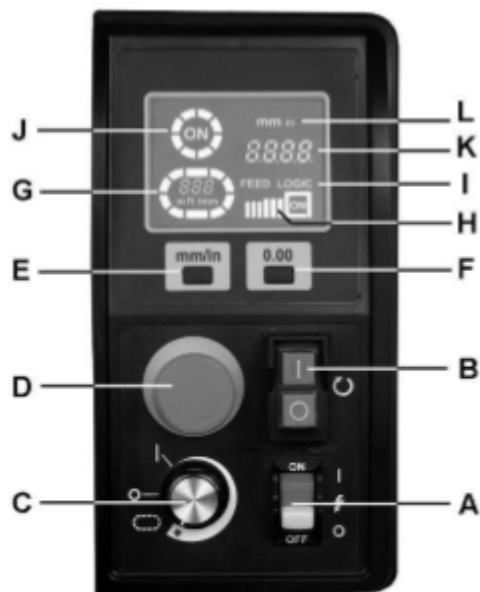

Рис. 16
На Рис. 16 приведена панель управления станка.
Чтобы запустить транспортер и увеличить скорость его движения поворачивайте регулятор (C, Рис. 16) по часовой стрелке - *Круговой индикатор (G) загорится и будем мигать по кругу. Внутри индикатора будет отображаться скорость транспортера.*
Опустите барабан до касания с заготовкой, затем нажмите кнопку сброса для задания нулевого положения барабана (F, Рис. 16), чтобы обнулить настройки высоты барабана по отношению к заготовке. Теперь для опускания барабана на нужное расстояние для каждого прохода нужно использовать маховик. Высота барабана отображается на дисплее (K).
Нажмите кнопку аварийного выключателя (D, Рис. 16), чтобы отключить все функции станка. При нажатом аварийном выключателе двигатель барабана останавливается, а индикатор «ON» («ВКЛ.») (J) на дисплее гаснет. Двигатель транспортера также останавливается, а круговой индикатор (G) мигает.
ВАЖНО: станок будет находиться в состоянии аварийного отключения до тех пор, пока аварийный выключатель не будет повернут по часовой стрелке для сброса. Перед повторным запуском станка регулятор скорости транспортера (C, Рис. 16) также должен быть снова установлен в положение OFF (ВЫКЛ.).
Система контроля подачи Feed Logic непрерывно отслеживает нагрузку на двигатель барабана и автоматически регулирует скорость двигателя транспортера, чтобы обеспечить максимальную скорость транспортера без перегрузки. Когда индикатор «Feed Logic» мигает и на дисплее загорается надпись «ON» (1, Рис. 16), значит, система контроля подачи зафиксировала слишком большую глубину шлифования и/или слишком высокую скорость подачи.